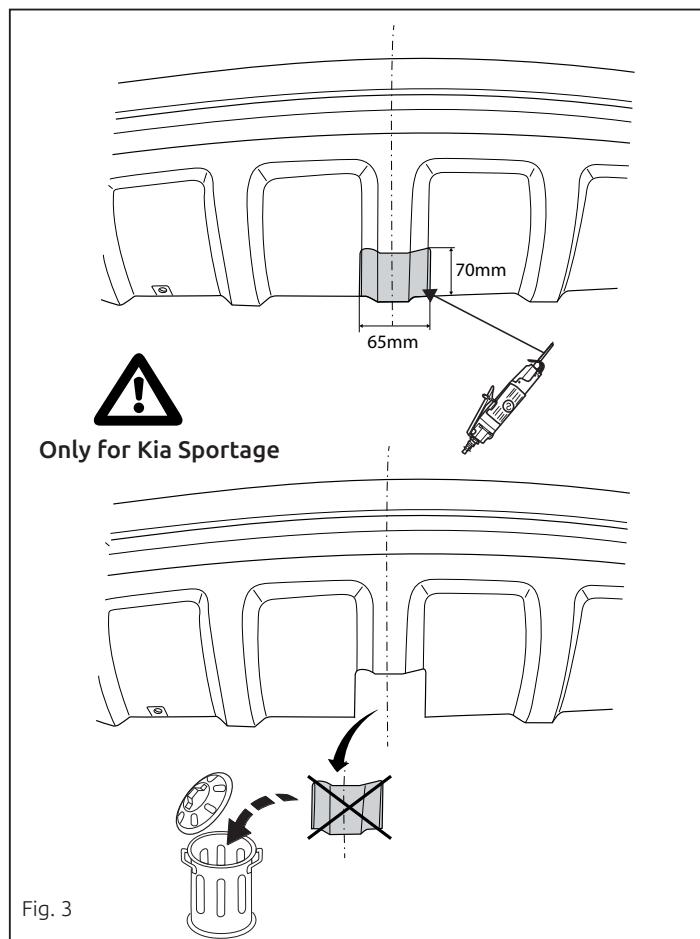

Fig. 3
- 7. **Kia Sportage:** Saw a section out of the middle of the underside of the bumper as shown in fig 3.
- Kia Sportage:** Auf der Unterseite der Stoßstange einen Teil aus der Mitte gemäß Abbildung 3 ausschneiden.
7. **Kia Sportage:** Sciez au centre de la partie inférieure du pare-chocs une partie correspondant à la figure 3.
7. **Kia Sportage:** Sav en del ud af kofangeren midt på undersiden jf. fig. 3.
7. **Kia Sportage:** Выпилить часть из бампера в середине снизу, как указано на рис. 3.